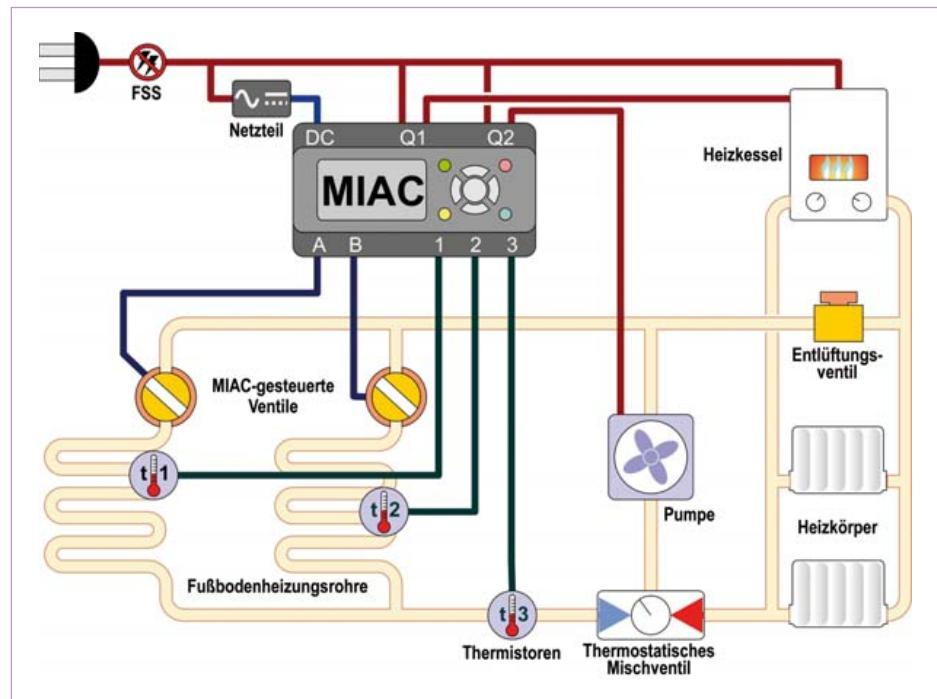

Bild 1. Prinzip einer Heizungsanlage auf Basis einer MIAC-Steuerung.
Einen häufig verwendeten (nichtinvertierenden) Verstärker zeigt **Bild 1**. Bei dieser Schaltung bestimmen die Werte der Gegenkopplungswiderstände  $R$  und  $R1$  den Verstärkungsfaktor:
**Bild 1** zeigt den prinzipiellen Aufbau einer Heizung mit zwei Rohrschleifen im Fußbo-